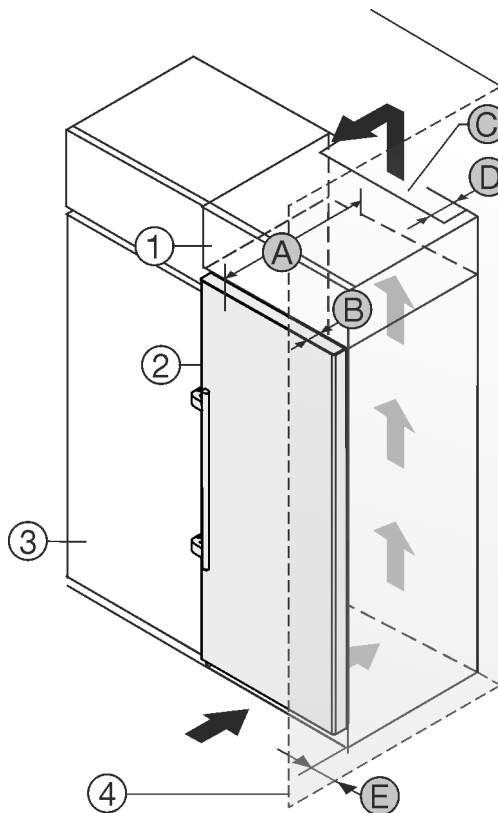

Fig. 1
- (1) Nástavná skříňka
- (2) Příklad
- (3) Kuchyňská skříň
- (B) Hloubka dveří
- (C) Ventilační průřez
- (D) Vzdálenost zadní strany přístroje
- (E) Vzdálenost k zadní straně přístroje
- (4) Stěna
- (A) Hloubka přístroje
Můžete přístroj nainstalovat přímo vedle kuchyňské skřínky Fig. 1 (3).
Na zadní straně nástavné skřínky musí být větrací šachta hluboká Fig. 1 (D) přes celou šířku nástavné skřínky.
Pod stropem místnosti musí být dodržen ventilační průřez Fig. 1 (C).
Když přístroj instalujete závěsy vedle stěny Fig. 1 (4), musí být vzdálenost mezi přístrojem a stěnou minimálně 57 mm. To odpovídá přesahu madla při otevřených dveřích.
Aby bylo možné dvířka plně otevřít, musí přístroj přesahovat o hloubku dvířek *Fig. 1 (B)* vůči přední linii kuchyňské skříňky. V závislosti na hloubce kuchyňských skříněk *Fig. 1 (3)* a použití vymezovačů odstup od stěny může přístroj vyčnívat dále.